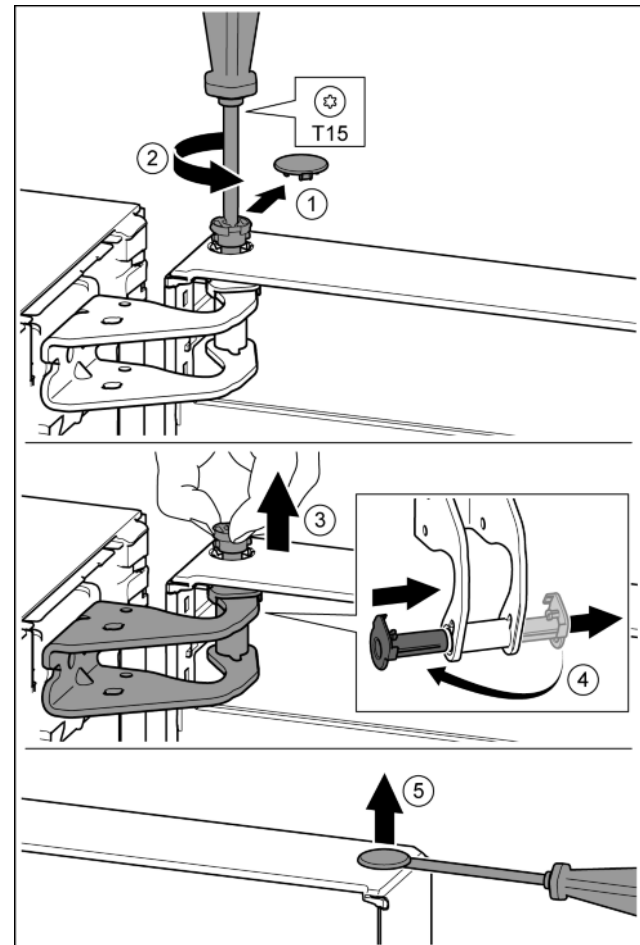

Fig. 12
- ▶ Óvatosan húzza le a biztonsági fedelet. *Fig. 12 (1)*
- ▶ A csapot a T15 csavarhúzóval kicsit tekerje ki. *Fig. 12 (2)*
- ▶ Tartsa meg az ajtót, és a csapszeget az ujjával húzza ki. *Fig. 12 (3)*
- ▶ Húzza ki a csapágyperselyt a vezetősínből. A másik oldalra helyezze és pattintsa be. *Fig. 12 (4)*
- ▶ A dugót egy hornyoltfejú csavarhúzóval óvatosan emelje ki az ajtó csapágyperselyből, és húzza ki. *Fig. 12 (5)*